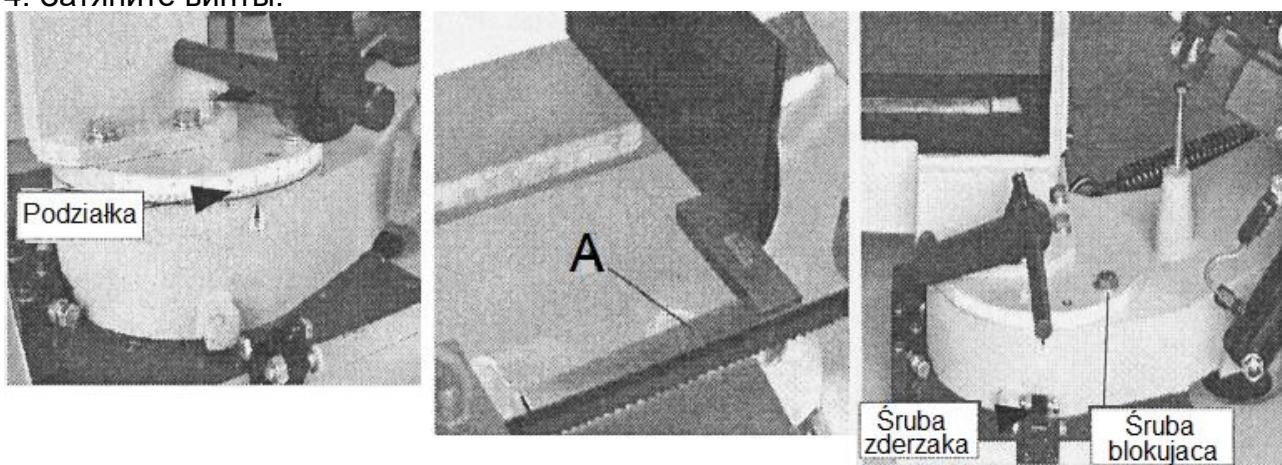

Рис.5 - Настройка перпендикулярного реза
3. Поместите квадрат (A на рис. 5) на станину напротив ленты и зафиксируйте губку тисков. Квадрат должен быть по всей длине челюсти и лезвия без перерыва. Если требуется регулировка, ослабьте стопорный болт, удерживающий поворотный диск, и поворачивайте стопорный болт над поворотным пильным диском, пока пильный диск не совместится с квадратом.